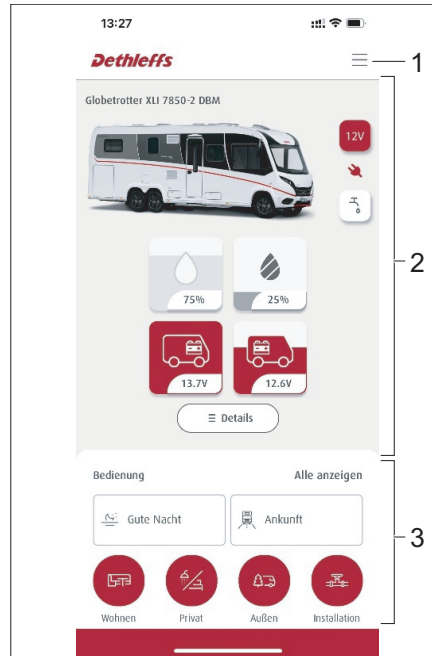

Bild 291 Aufbau der Dethleffs Connect App
- Menü-Bereich (Bild 291,1)
- Informationen zum Fahrzeug (Bild 291,2)
- Bereich Bedienungen und Szenarios (Bild 291,3)